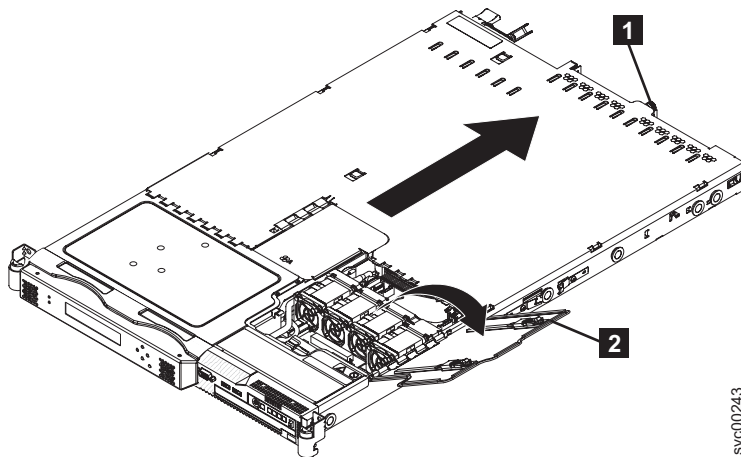

図 52. ファン・ドアを開いた状態の SAN ボリューム・コントローラー 2145-8G4
3. SAN ボリューム・コントローラー 2145-8G4 の背面でカバーを固定しているつまみねじ (76 ページの図 52 の **1**) を緩めます。